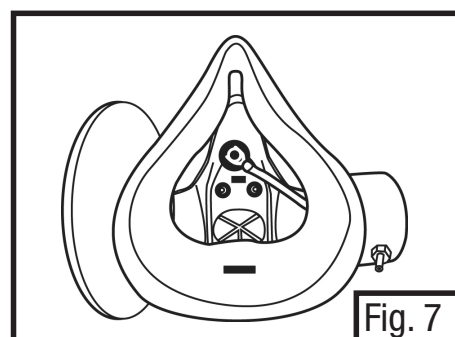

Fig. 7
9. Prenda a concha de sucção na superfície interna da peça facial do respirador da copa nasal do respirador tipo peça facial inteira. A concha de sucção deve estar localizada entre o nariz e a boca do indivíduo. Pode ser necessário umedecer a concha de sucção para fazê-la aderir. Certifique-se de que o tubo amostrador não esteja frisado ou torcido. (Fig. 7)